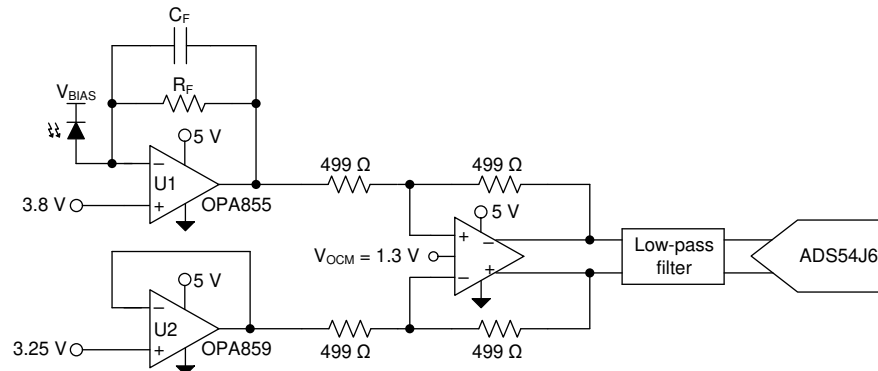
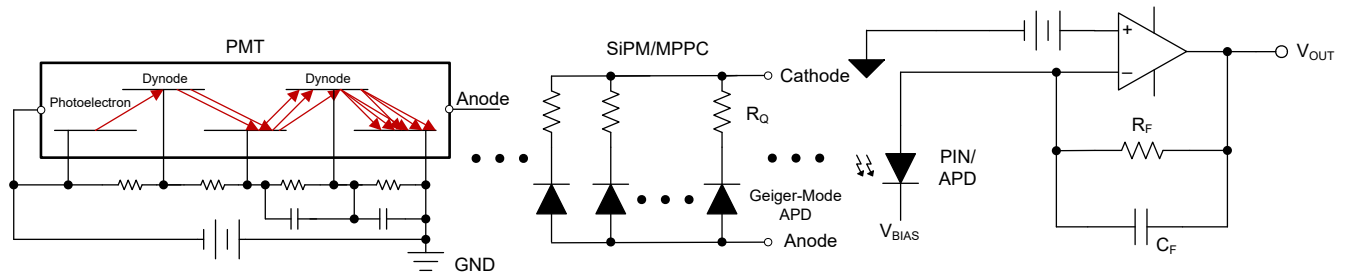

図 9-1. OPA855 TIA として統合したものです
図 9-5. APD または SiPM/MPPC または PMT 入力を備えたトランスインピーダンス アンプ
図 9-1 に、広帯域幅の光フロントエンド システムのトランスインピーダンス アンプ (U1) として構成された OPA855 を示します。2 つ目のアンプ OPA859-Q1 はユニティ ゲイン バッファ (U2) として構成され、THS4520 への dc オフセット電圧を設定します。THS4520 は、OPA855 のシングルエンドトランスインピーダンス出力を差動出力信号へ変換するために使用されます。THS4520 は、ADS54J64 (14 ビット、1GSPS のアナログ/デジタル コンバータ (ADC)) の入力を駆動し、アナログ信号をデジタル化します。
図 9-1 に、アバランシェ フォトダイオード (APD) 逆バイアスにより APD のカソードが大きな正バイアス電圧に接続される TIA として構成された OPA855 を示します。この構成では、APD は入力同相電圧に対して出力が負方向にスイングするように、オペアンプの帰還ループに電流を供給します。出力スイングを負方向に最大化するため、OPA855 の同相電圧は正の制限値に近く設定し、正の電源レールからは 1.2V のみに設定します。帰還抵抗 (R_F) と入力容量 (C_{IN}) はノイズゲインでゼロを形成し、未チェックの場合は不安定性が生じます。ゼロの影響を打ち消すため、帰還コンデンサ (C_F) を追加して、ノイズ ゲイン伝達関数に極を挿入します。
OPA855 は 8GHz のゲイン帯域幅、高いスルー レート、低ノイズを特長としているため、広範な光検出器に最適です。図 9-5 に、広帯域幅の光フロントエンド システムでトランスインピーダンス アンプ (TIA) として構成された OPA855 を示します。アンプへの光入力として、フォトダイオード (PD)、アバランシェ フォトダイオード (APD)、光電子増倍管 (PMT)、マルチピクセル光子カウンタ (MPPC) など、さまざまな種類の光学センサを使用できます。また、半導体光電子増倍管 (SiPM) と呼ばれます。光学式検出アプリケーションは、これまで APD を一般的に使用してきましたが、超低光源の検出は、これまでの選択肢では課題になってきました。PMT や MPPC などのテクノロジーでは、高速出力を維持しながら高い固有ゲインを実現するために、低ノイズの高速インターフェイスが必要です。OPA855 は、これらの光学的課題に対応でき、同様に、このようなアプリケーションでも同様に動作します。
図 9-5 に、OPA855 を TIA として構成した例を示します。ここでは、光センサの逆バイアスが印加され、ダイオードのカソードが正のバイアス電圧に接続されています。RC フィルタをローパス フィルタとして、逆バイアス ノードで使用し、高周波ノイズを除去できます。光検出器の内部容量は、センサの種類と印加される逆電圧の値によって異なります。各センサタイプのセットアップは多少異なりますが、アンプへの接続は全体を通して一貫しています。
図 9-5 に示す OPA855 の非反転入力 dc 電圧バイアスは同相電圧を設定し、電源の不一致構成でシステムの出カスイングを最大化できます。dc バイアスは、アンプの出力段のクリッピングまたは飽和を防止するために重要です。後段では、完全差動アンプ (FDA) を使用してシングルエンド信号を差動入力に変換し、A/D コンバータ (ADC) を駆動できます (図 9-1 を参照)。FDA と ADC の間に高次フィルタを追加して、システム ノイズを低減できます。